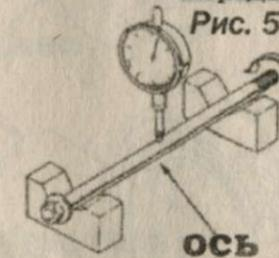

Рис. 54
- b. Проверить деформацию диска (Рис.54). Максимально допустимое значение: